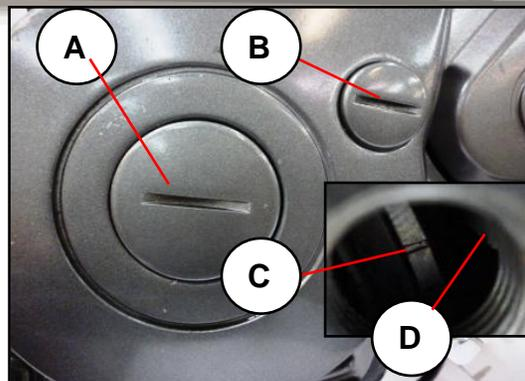

Fig. 3.1
1. Desensamble las siguientes partes. Desensamble la tapa del agujero de observación del punto de sincronización [A], y la del agujero de ajuste desde la cubierta izquierda [B]. Gire en sentido antihorario la volante. Apunte la señal de la volante del motor [C], a la señal [D], de la tapa volante. Asegúrese que el pistón este en el punto muerto superior (PMS). **Fig. 3.1**